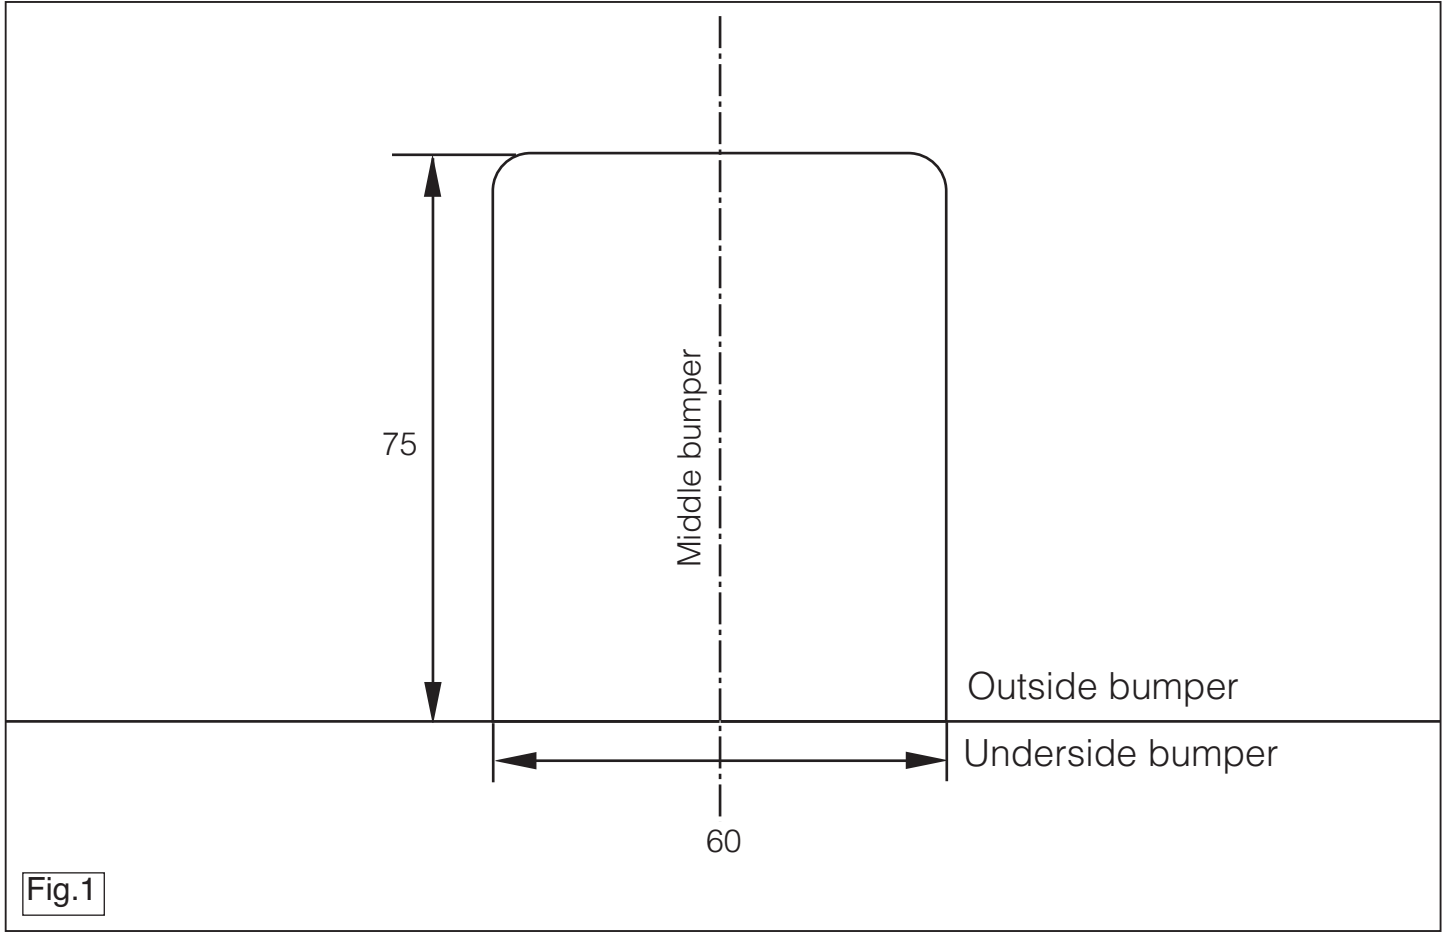

Fig.1
2. **Octavia Sdn/Wgn; ->2009:** Sav en del ud af kofangeren midt på undersiden jf. fig. 1.